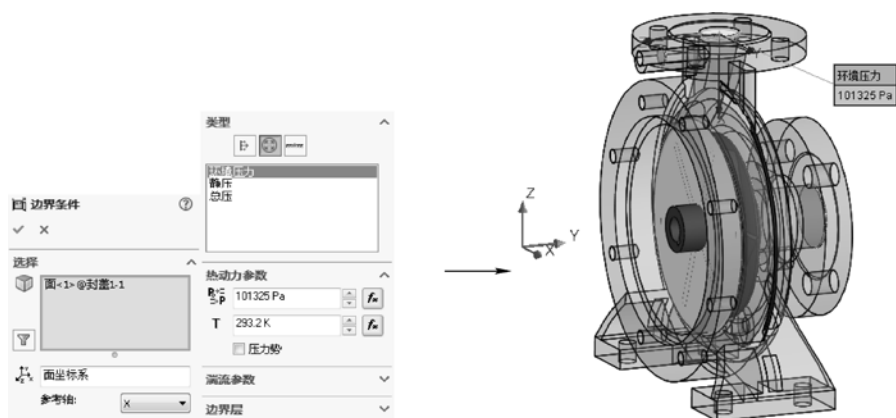

图 12-34 添加出口边界条件
STEP 5 通过与步骤 4 相同的操作，选择出口处封盖的内表面，设置出口处的边界条件为“环境压力”，“热动力参数”为“101325Pa”，如图 12-34 所示。